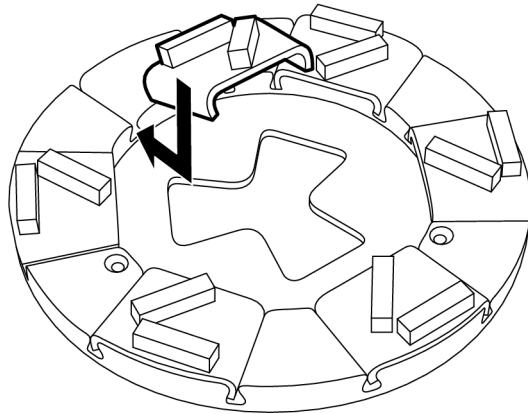

Bild 4-12. Montering av slipverktyg
1. För slipverktyget snett uppifrån ner i avsett styrspar på verktygshållaren, se Bild 4-12, sidan 23. Skjut därefter in verktyget helt i styrspar.
2. För ner det nya slipverktyget snett uppifrån ner i avsett styrspår på verktygshållaren, se Bild 4-12, sidan 23. Skjut därefter in verktyget helt i styrspåret.